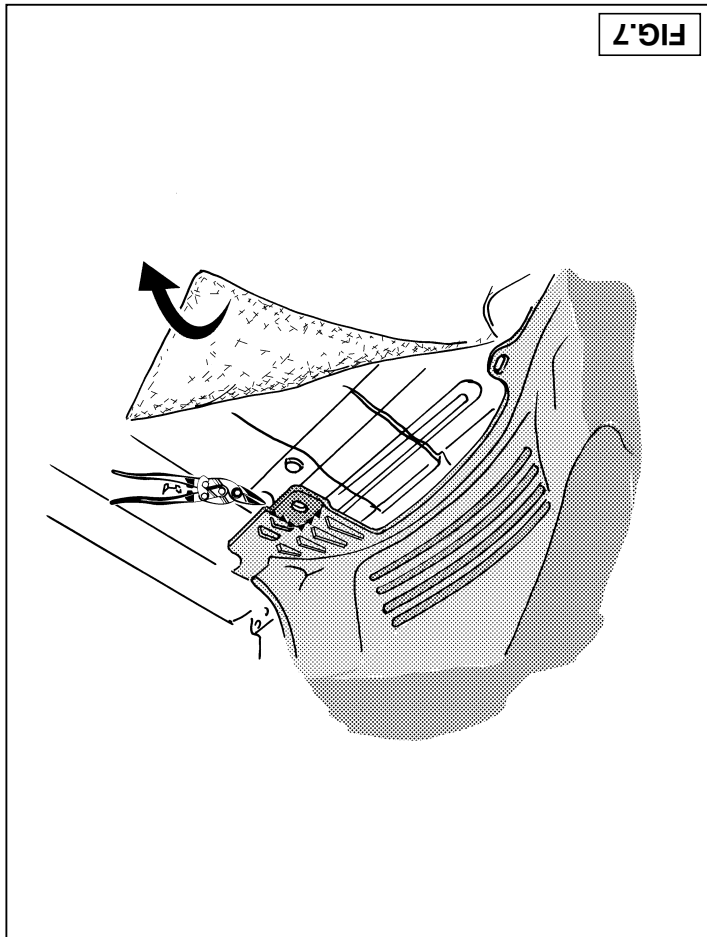
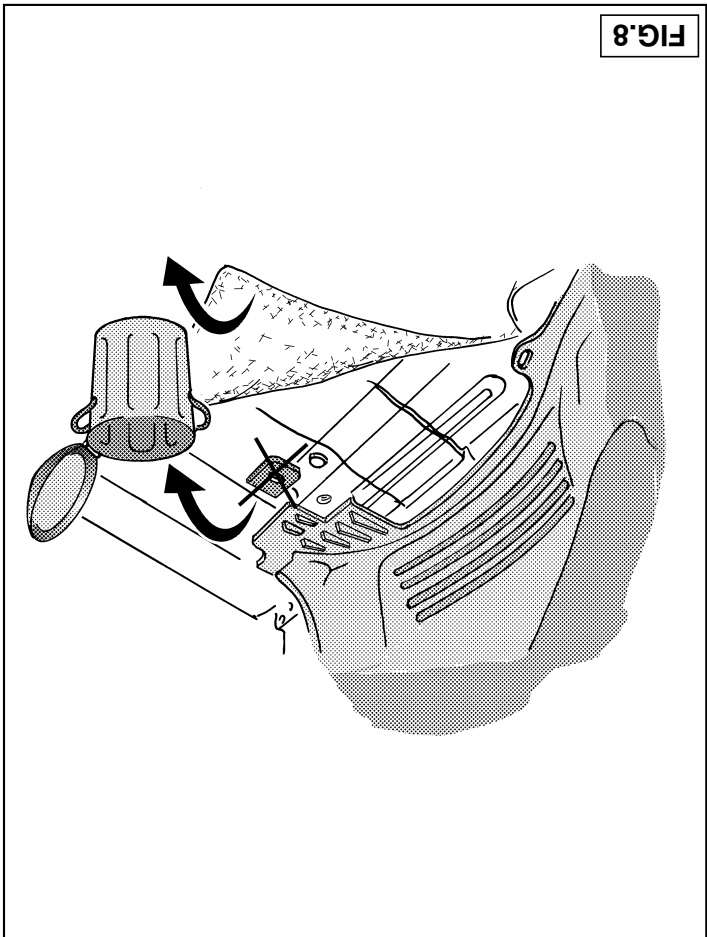

FIG.7
FIG.8
2. Plaats de trekhaak overeenkomstig fig.5 en monteer deze t.p.v. de punten A en B d.m.v. twee bouten M8x25 handvast. Meet overeenkomstig fig.6 $\varnothing 1$ mm door tot in de kofferruimte en vergroot de zojuist gebouwde gaten alleen aan de buitenzijde tot $\varnothing 19$ mm. Boor de gaten K (4x) via de trekhaak $\varnothing 11$ mm in de onderzijde van het chassis. Demonteer de trekhaak. Knip overeenkomstig fig.7 en fig.8 het aangegeven deel van het zijpaneel. De situatie rechts is hier weergegeven. Sla links en rechts de bekleding van de bodemvloer terug. Door het plaatsen van de contraplaten G en H kan men de grootte van de af te knippen delen precies bepalen.
2. Position the towbar as shown in Figure 5 and fix this at points A and B with two M8x25 bolts, finger tight. As shown in Figure 5, measure the centre of the ball and drill $\varnothing 1$ mm holes C as shown in Figure 6, through to the luggage area and enlarge the holes just drilled only on the out side to $\varnothing 19$ mm. Drill the 4 holes K through the tow bar $\varnothing 1$ mm on the underside of the chassis. Remove the tow bar. Cut the part out of the side panel as indicated in figs. 7 and 8. These show the right side. Fold back the floor covering on the left and right sides. By positioning back-plates G and H, the size of the parts to be cut out can be determined precisely.
2. Die Kupplungskugel mit Halterung gemäß Fig. 5 anlegen und bei den Punkten A und B mit zwei M8x25-Schrauben halbfest anbringen. Gemäß Fig. 5 die Mitte der Kugel ausmessen und die Löcher C gemäß Fig. 6 (ø 11 mm) bis in den Kofferraum durchbohren und die soeben gebohrten Löcher nur an der Außenseite bis auf ø 19 mm vergrößern. Die Löcher K (4 x) über die Kupplungskugel mit Halterung (ø 11 mm) in die Unterseite des Fahrgestells bohren. Die Kupplungskugel mit Halterung abmontieren. Gemäß Fig. 7 und 8 den angegebenen Teil aus der Seitenwand herausschneiden. Hier ist die Situation auf der rechten Seite dargestellt. Links und rechts den Fußbodenbelag zurückzuschlagen. Durch Anlegen der Gegenplatten G und H kann die Größe der herauszuschneidenden Teile genau bestimmt werden.